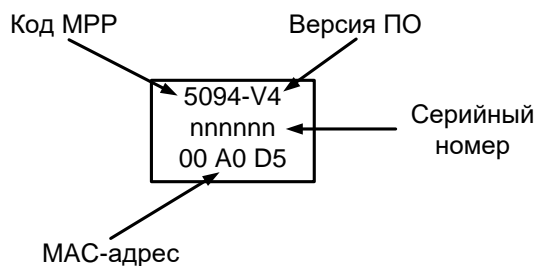

Рисунок 4
- В поле **«MAC адрес»** введите трехбайтовый MAC-адрес, напечатанный на шильдике (см. Рисунок 4).